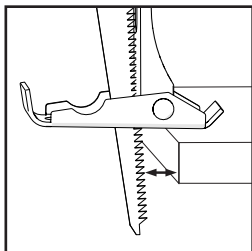

Fig. 9
- Upewnić się, że ruchoma stopka ściśle przylega do obrabianego przedmiotu oraz że brzościotok nie styka się z obrabianym przedmiotem. (Rys. 9)